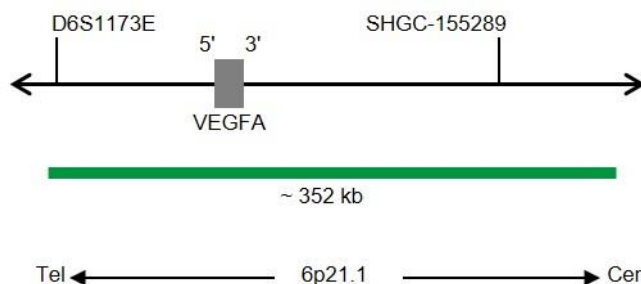

Fig. 1: SPEC VEGFA Mapa da sonda (sem escala)
- Polinucleótidos (~10 ng/μl) com marcação ZyGreen (excitação 503 nm/emissão 528 nm), dirigidos ao mapeamento de sequências alvo em 6p21.1* (chr6:43,633,271-43,985,142) contendo o gene VEGFA (ver Fig. 1).